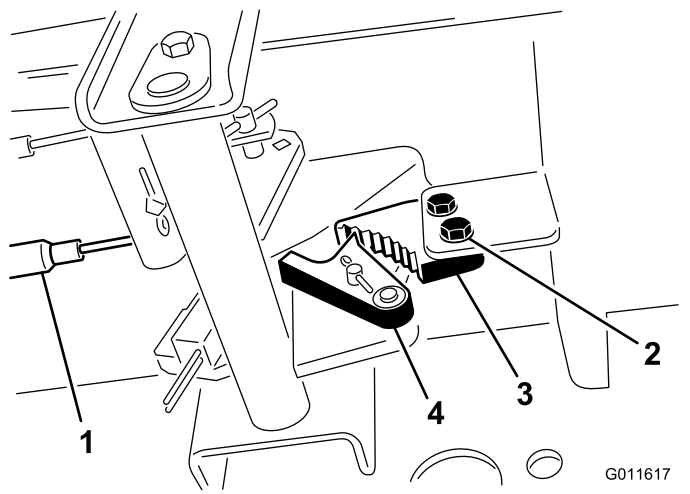

图 99
1. 松开将驻车刹车闸固定到机架的 2 个螺钉图 99。
2. 向前踩驻车刹车踏板直到刹车卡槽完全接合刹车闸图 99。